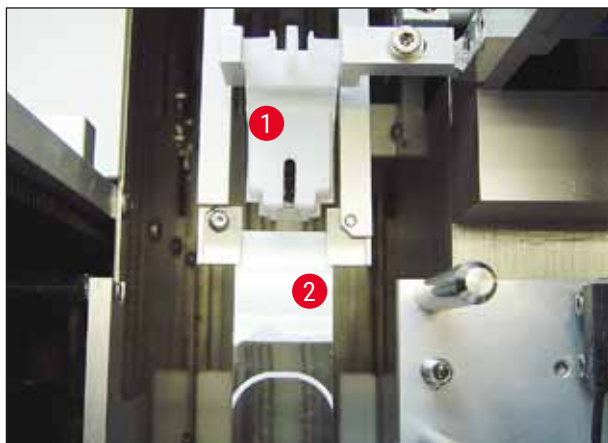

Bild 24
1. Försäkra dig slutligen om att griparen (→ Bild 24-1) inte någonstans i sin rörelse kolliderar med doseringsnålsrengöraren (→ Bild 24) eller med det preparatglas som överförs (→ Bild 24-2).